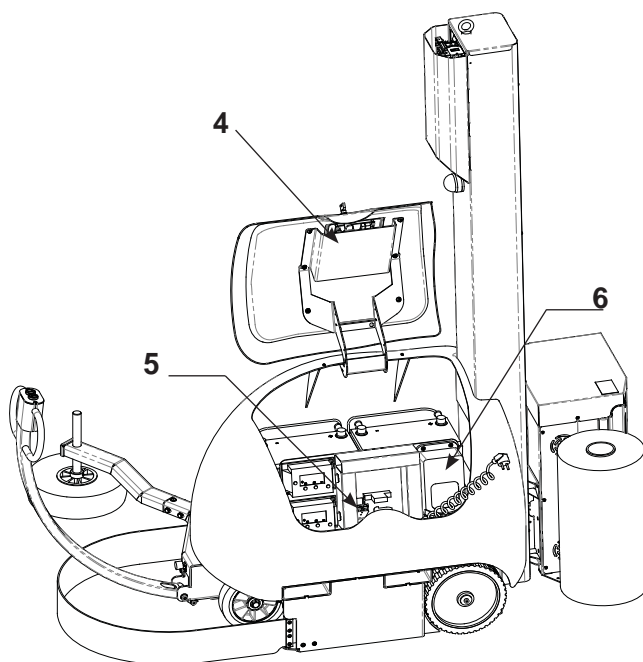

Fig. 6.2
La macchina dispone di due batterie da 12 V, collegate in serie e alloggiato nel vano centrale, accessibile sollevando il portello (4) (Fig. 6.2) del pannello di comando.
De machine heeft twee in serie geschakelde batterijen van 12 V die in de binnenruimte van de machine zijn geïnstalleerd, die toegankelijk is door het luik (4) (Fig. 6.2) van het bedieningspaneel op te lichten.